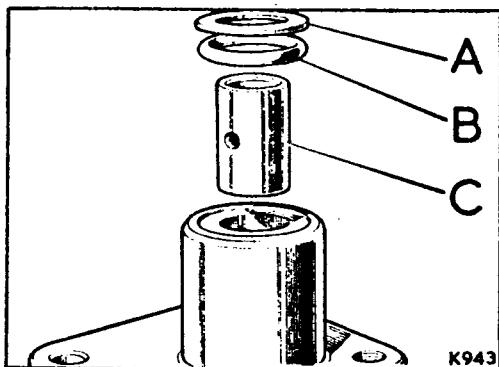

Fig. G1-51.- Casquillo y retén del eje de brazo de mando
- 1.9.- Si fuese preciso se quitará la arandela, A (Fig. G1-51) y retén de aceite, B, y a presión, se extraerán el casquillo, C, de la caja.
3.2.- Montar a presión el casquillo del eje sinfin en la caja de engranajes e instalar el retén de aceite y la arandela (Fig. G1-51).